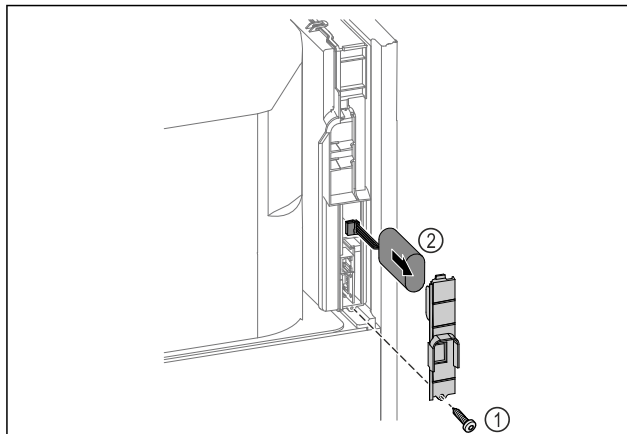

Fig. 222
- Keerake kruvi välja ja eemaldage kate seadme tagaküljelt Fig. 222 (1).
- Lahutage aku ja võtke välja Fig. 222 (2).